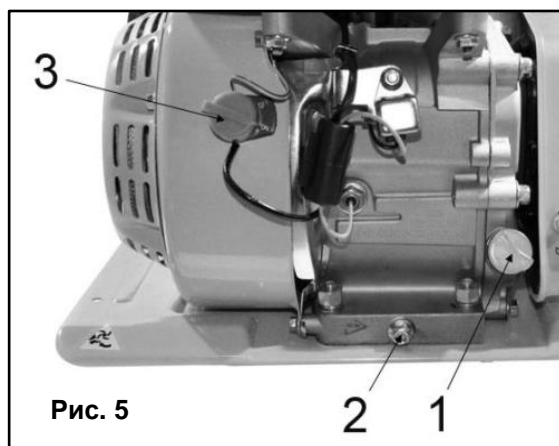

Рис. 5
- Отверните крышку маслоналивной горловины (1)(См. Рис.5) из картера двигателя, достаньте щуп.
- Если уровень масла меньше нижней линии (L) на щупе, долейте масло до верхней линии (H).
6. Переведите рукоятку выключателя зажигания (3)(См. Рис.5) в положение «ВКЛ» (ON).
3. Переведите рукоятку выключателя зажигания (3)(См. Рис.5) в положение «ВЫКЛ» (OFF) .